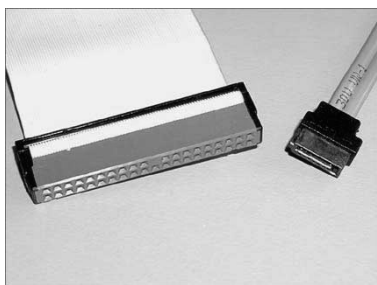

图 3-31 ATA 和 SATA 连线接口的比较
(9) SATA 总线 (目前流行)。SATA 即串行 ATA, 它是一种完全不同于并行 ATA (PATA) 的新型硬盘接口技术, SATA 1.0 第一代的数据传输速率高达 150MB/s, SATA 2.0 可达 300MB/s, SATA 3.0 则达 6Gb/s, 实际可达 600MB/s。SATA 支持热插拔, 连接简单, 不需要复杂的跳线和线缆接头, 每个接口能连接一个硬盘。SATA 仅用 7 个针脚就能完成所有的工作, 分别用于连接电源、连接地线、发送数据和接收数据。如图 3-31 为 ATA 和 SATA 连线接口的比较。